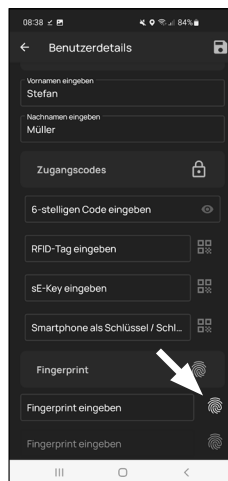

Fig. 5
- 7 Dans ce paragraphe, vous pouvez enregistrer des empreintes digitales en tant que support d'ouverture. Appuyez sur l'icône des empreintes digitales à gauche près du champ « Saisir empreintes digitales » (Fig. 5).